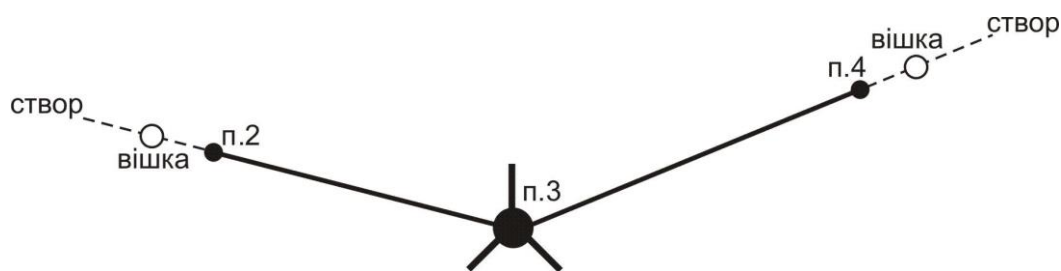

Рис. 6 – Схема установки вішок у створі сторін вимірюваного кута
- встановити вішки у вертикальне положення на пункти, що фіксують першу і другу сторони кута; вішка ставиться в створі сторони кута поруч з кілочком, у який вбитий цвях (рис. 6).